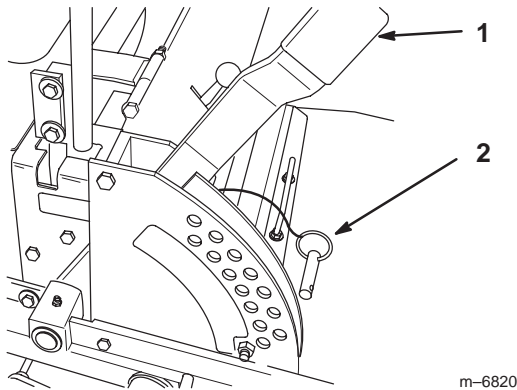

Figure 16
1. Relevez le levier de sélection de hauteur de coupe en position de transport (qui correspond aussi à la hauteur de coupe de 127 mm (5 pouces)) (Fig. 16).
2. Pour changer de hauteur de coupe, retirez l'axe de chape du support de hauteur de coupe (Fig. 16).
3. Placez l'axe de chape dans le trou du support correspondant à la hauteur de coupe voulue (Fig. 16).